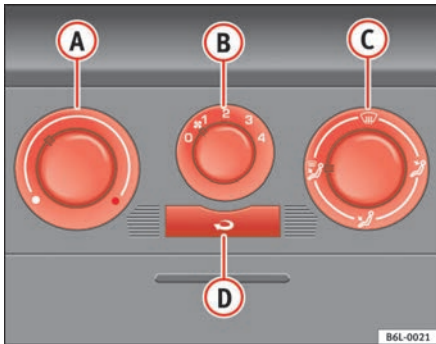

Abb. 88 In der Instrumententafel: Bedienelemente der Heizung
- Drehen Sie den Temperaturregler ⇒ Abb. 88 **A** nach links.
- Drehen Sie den Temperaturregler ⇒ Abb. 88 **A** nach rechts bis zur gewünschten Heizleistung.
- Drehen Sie den Temperaturregler ⇒ Abb. 88 **A** ganz nach rechts auf die höchste Heizleistung.
- Drehen Sie den Temperaturregler ⇒ Seite 123, Abb. 88 **(A)** in den Heizbereich.